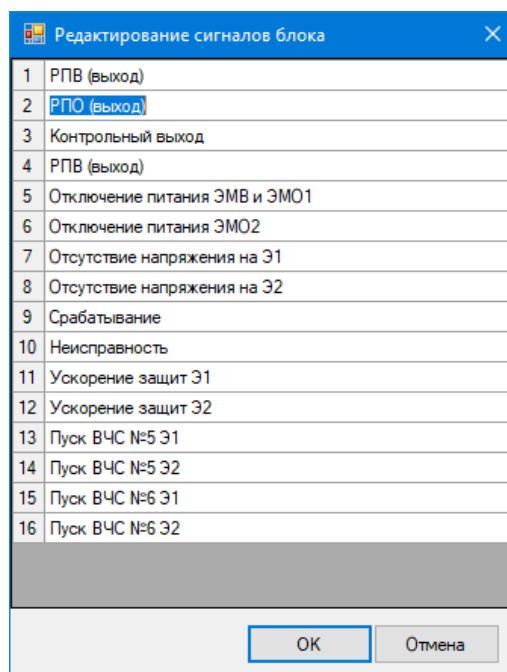

Рисунок 4.110
4.6.5.1.2 Редактирование наименований сигналов блока возможно через окно **Редактирование сигналов блока** (см. рисунок 4.110), открывающееся при двойном нажатии левой клавишей мыши по наименованию сигнала, или нажатии кнопки , или через контекстное меню.